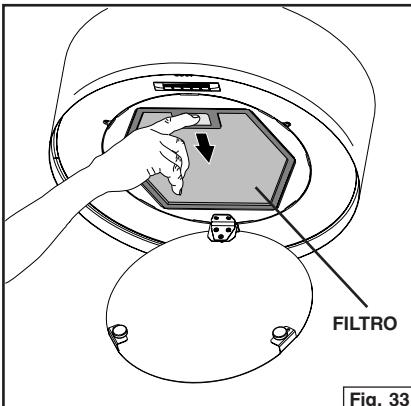

Fig. 33
- B. Retire el filtro presionando la lengüeta y girando hacia abajo el filtro. Fig. 33.